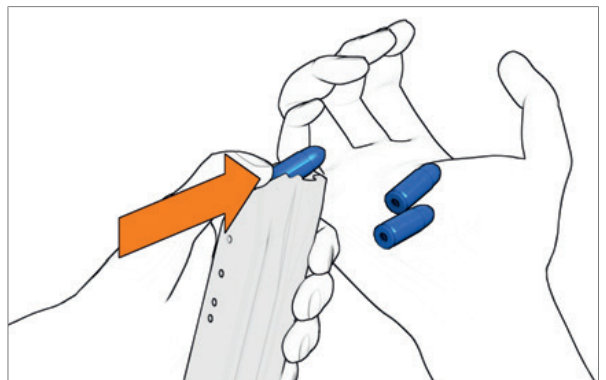

Abb. 47: Magazin leeren
- › Patronen nach vorne aus dem Magazin schieben (Abb. 47).